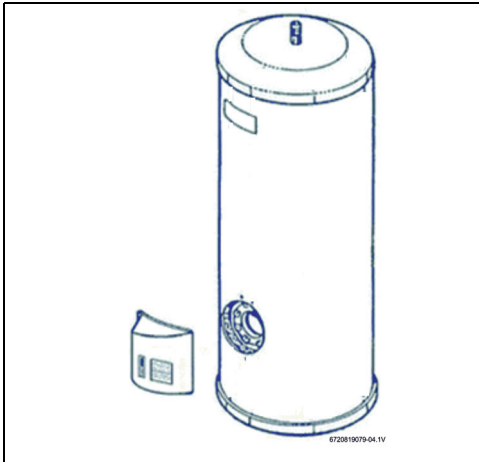

Fig. 16
- ▶ Retirar la tapa de plástico del termo eléctrico, véase Fig. 16.